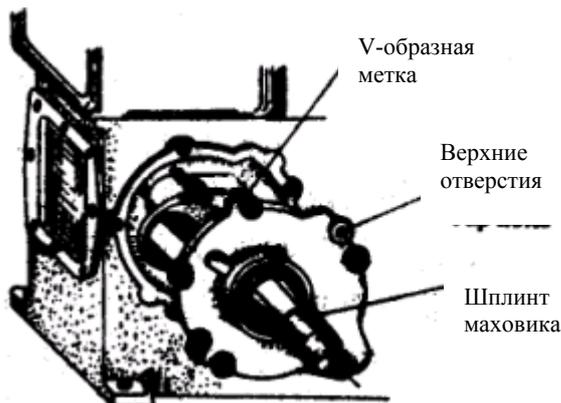

Рис. 27 Демонтаж коленчатого вала
- (5) Извлеките корпус коренного подшипника и коленчатый вал из блока цилиндров, одновременно вворачивая два болта (М8 x 35) в винтовые отверстия на корпусе, как показано на рис. 27. Внимание: Предохраняйте шейку коленчатого вала от ударов и загрязнения.